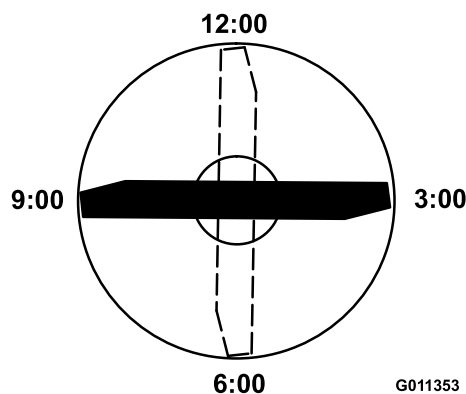

Figura 122
4. Orientate il tagliante dell'estremità marcata della lama sulle ore 12 (esattamente in avanti, nel senso di falciatura) (Figura 122) e misurate l'altezza tra il banco e il tagliante della lama.
5. Ruotate l'estremità marcata della lama sulle ore 3 e sulle ore 9 (Figura 122) e misurate le rispettive altezze.